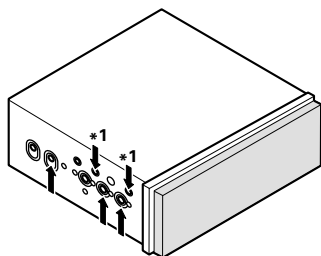

Fig. 15
- Fissaggio dell'apparecchio alla staffa di montaggio della radio montata in fabbrica. (Fig. 15) (Fig. 16) (Fig. 17)